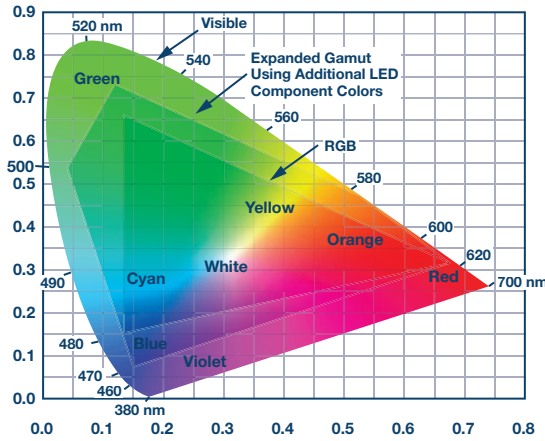

图7. 可见色域包括RGB色域中不存在的色彩。当需要扩展范围时, 只需添加一个连接在同一I²C总线上的LT3964, 即可添加两个额外的LED元件, 例如琥珀色、额外绿色甚至青色LED。
LT3964非常灵活，可支持需要四个以上色彩分量的系统。RGB(W) LED的色域如图7所示。当需要更宽的色彩范围时，可以添加两个额外的LED元件，例如琥珀色、额外绿色甚至青色LED。要驱动其他分量色彩，只需将另一个LT3964连接到同一I²C总线即可。